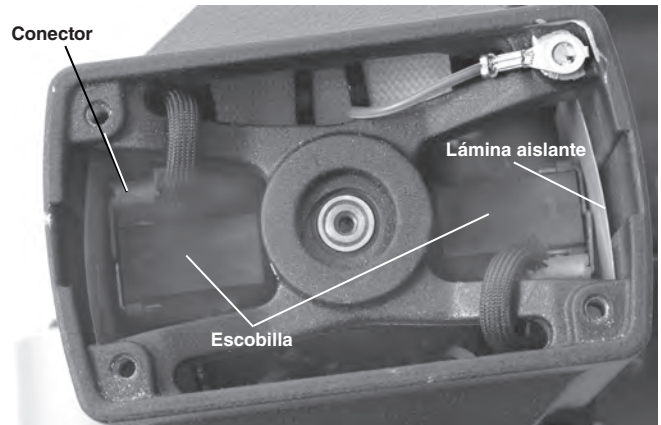

Figura 27 – Colocación de las escobillas – sin la tapa del motor
3. Con un par de alicates, jale hacia afuera las escobillas, en línea recta. Desconecte el conector. *Vea la Figura 27.*